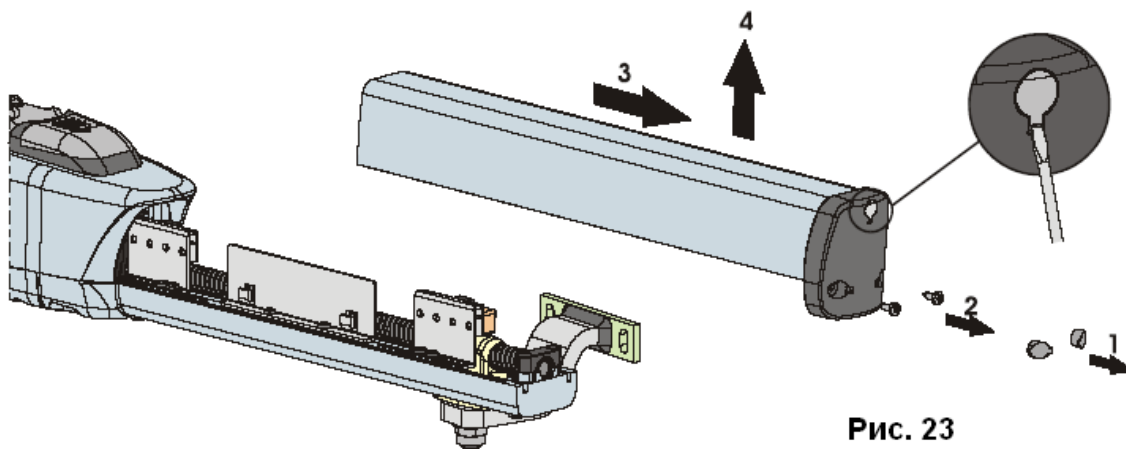

Рис. 23
1. Удалить две декоративных заглушки расположенных с торца пластмассовой крышки рис. 23, поз. 1. Для этого предусмотрен паз, через который можно вводить отвертку.
2. Выкрутить два нижних винта и снять защитный кожух, рис. 23, поз 2,3,4.